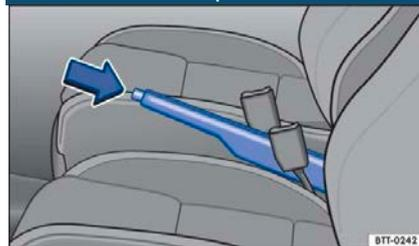

Рисунок 95 Между сиденьями переднего ряда:
– Слегка потяните рычаг управления стояночным тормозом вверх и нажмите кнопку блокировки → **рис. 95** (стрелка).